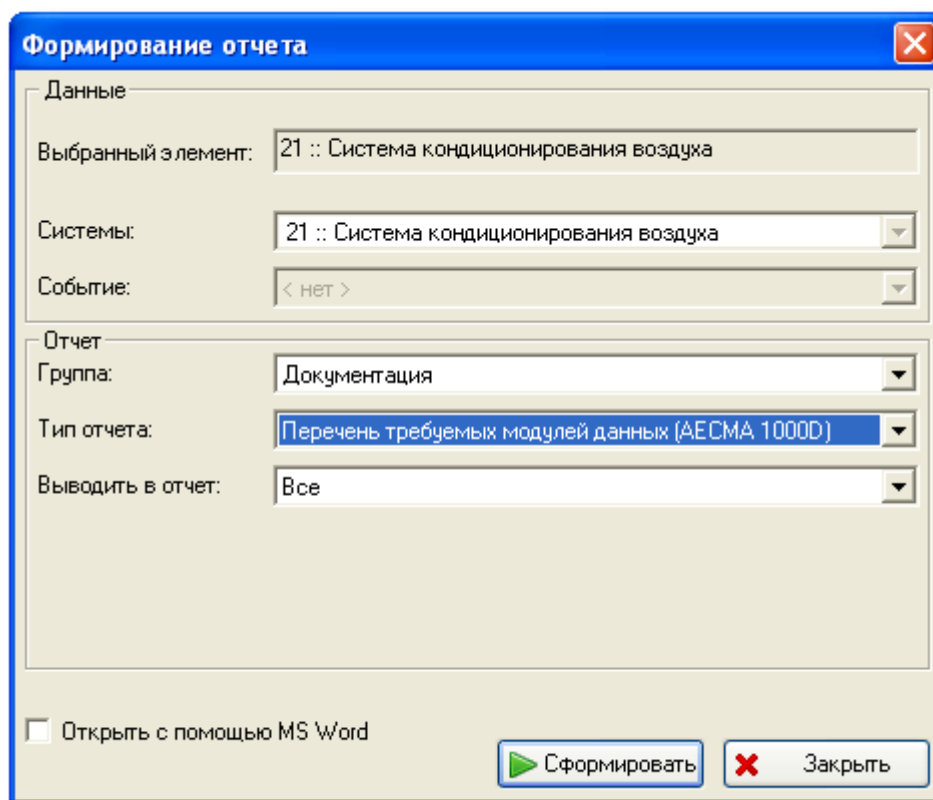

Рис. 10-33
3. В появившемся окне **Формирование отчета** (рис. 10-33):